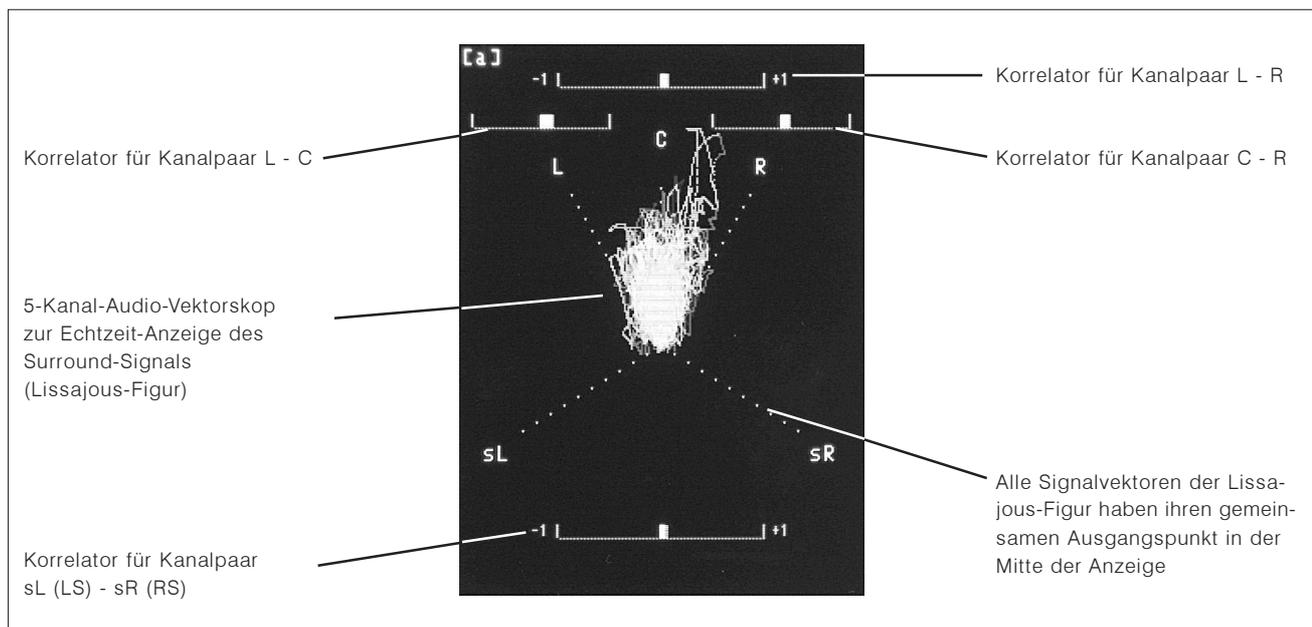

Bild D 4-9: Die Vektorskop-Anzeige im linken TFT-Display (3/2 (5.1)-Surround-Modus)
Die Anzeigart Vektorskop steht in allen 2-Kanal-, 8-Kanal- und Surround-Konfigurationen zur Verfügung. Sie kann als alternative Methode zur Darstellung von Surround-Signalen verwendet werden. im Surround-Modus 5.1 (Bild D 4-9) beinhaltet die Anzeige zusätzlich vier Korrelationsgradanzeigen für die Kanalpaare L - C, C - R, L - R und sL (LS) - sR (RS).